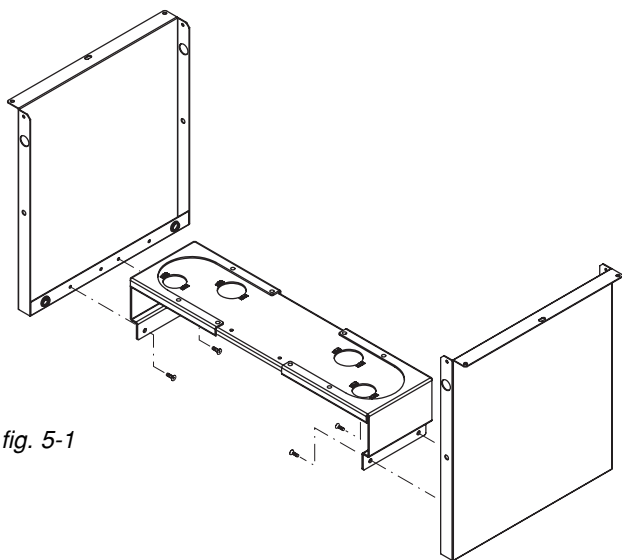

fig. 5-1
- Montare i fianchi del modulo DM al supporto dei componenti idraulici (vedere fig. 5-1; per semplificare la figura, i componenti non vengono fatti comparire anche se realmente vengono consegnati già montati al supporto)